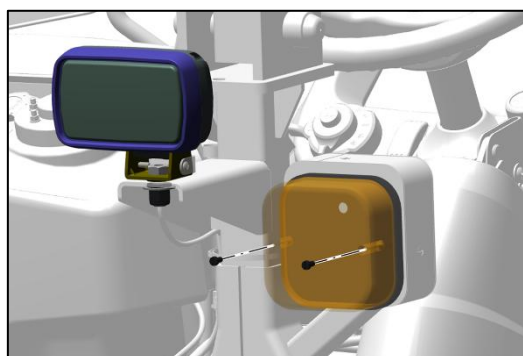

Fig. 214 - REMPLACEMENT DE L'AMPOULE D'UN CLIGNOTANT ARRIÈRE
Remplacement des ampoules des feux clignotants, des feux de position et des feux stop arrière (fig. 214)
1. Retirez les deux vis de fixation de la lentille (fig. 214).